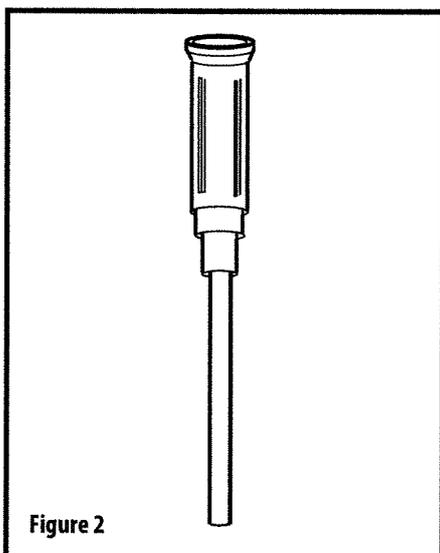

Figure 2
7. Insérer la canule de l'introducteur (Fig 2) dans l'orifice jéjunal jusqu'à ce que la garde de l'introducteur soit en contact avec l'orifice d'alimentation jéjunale et que la canule soit clairement visible à l'intérieur de la sonde. La canule de l'introducteur ouvre la valve unidirectionnelle et la protège contre tout dommage éventuel dû au fil-guide.